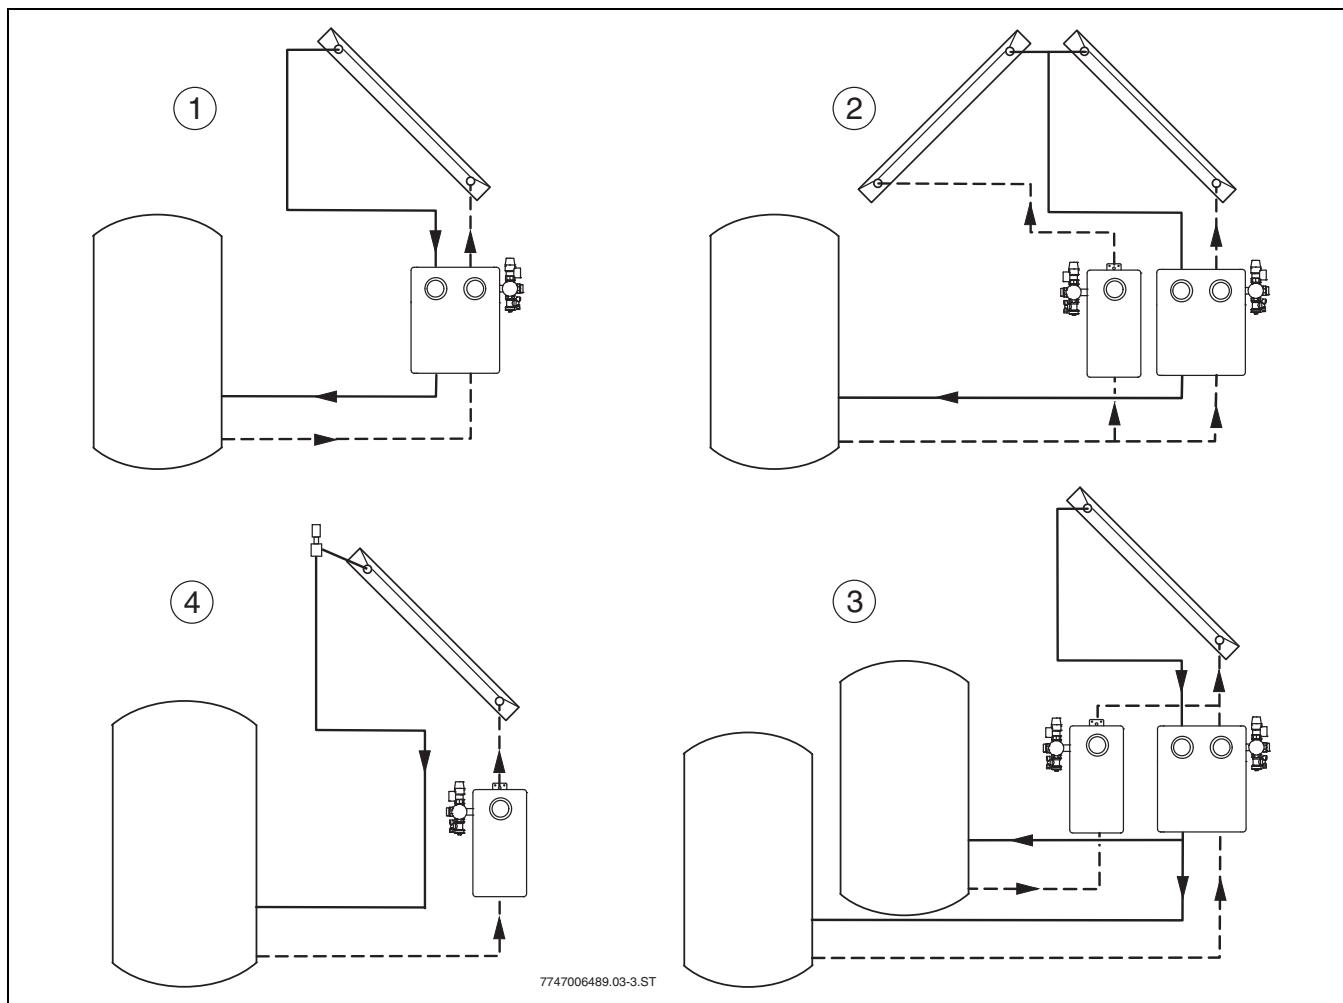

Рис. 3 Различные гидравлические схемы
- Устанавливайте насосные станции только вертикально (→ рис. 3) и только в помещениях.